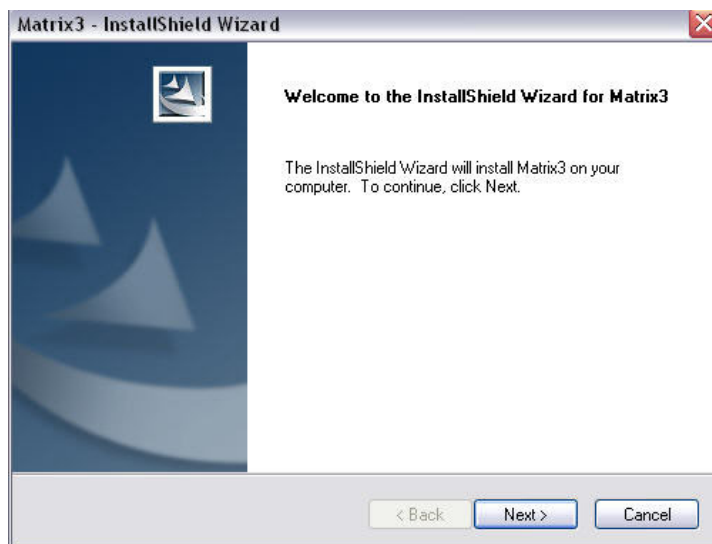

FIG. 7
8. Cliquez sur NEXT pour continuer l'installation du logiciel et aller à InstallShield Wizard for Matrix3 (FIG. 7). Cliquez sur le bouton PAGE PRÉCÉDENTE (BACK) pour revenir à un écran précédent ou annuler l'installation afin de mettre fin à l'installation du logiciel.
9. Cliquez sur NEXT. InstallShield Wizard for Matrix3 commence l'installation (FIG. 7).